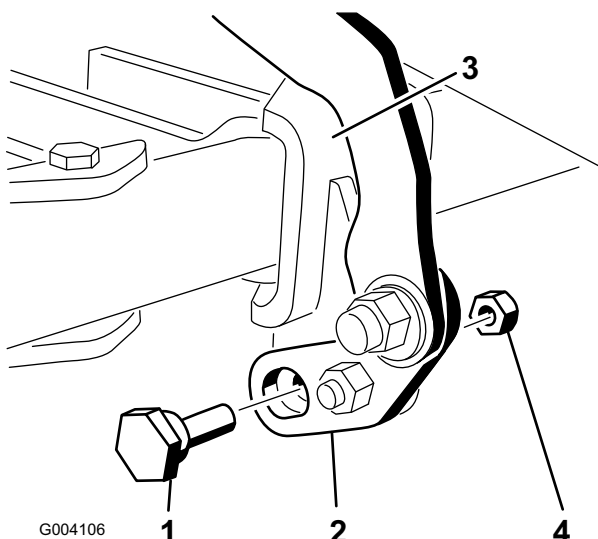
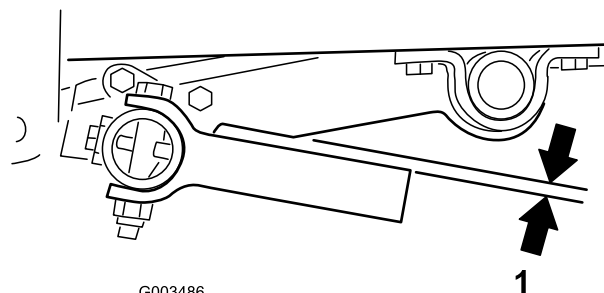

Figura 16
Figura 20
6. Instale el perno excéntrico por la parte inferior de la pestaña de giro y el soporte del pivote y fíjelo usando una contratuera (5/16 pulgada) (Figura 16).
2. Gire el perno excéntrico en cualquier sentido hasta que las púas de la barra de herramientas estén paralelas al brazo de elevación (Figura 16 y Figura 20).